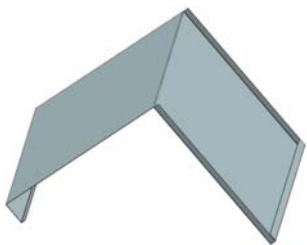

图 11-19 创建弯边特征 5
(12) 在“弯边”对话框中, 单击  按钮, 创建弯边特征 5, 如图 11-19 所示。